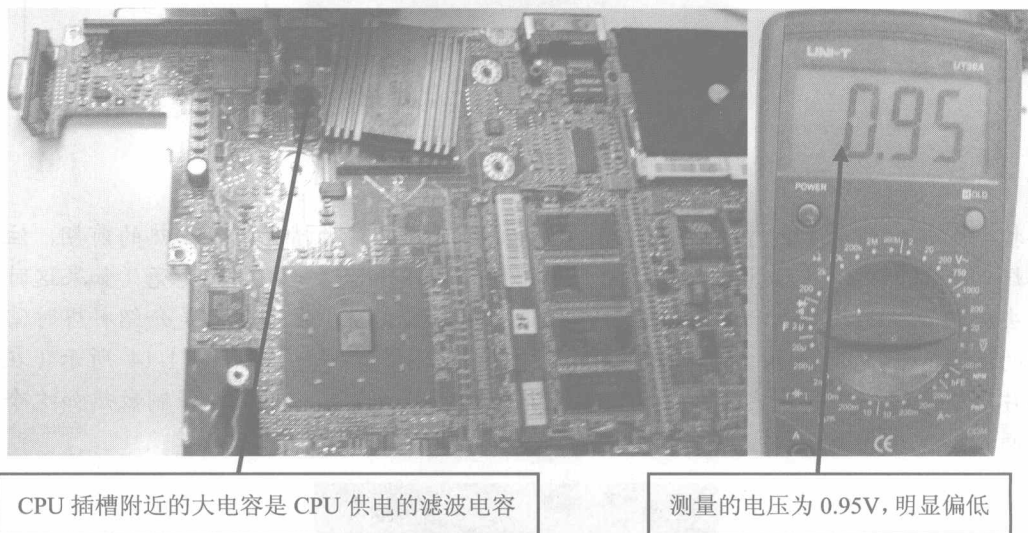

图 1-16
⑮检测卡显示“FF”，说明CPU没有工作，因此还需要测量CPU的供电电压是否正常，如图1-16所示。